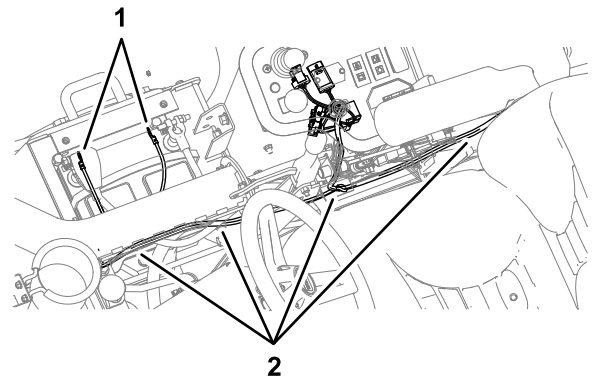

图 11
3. 沿着控制台底部布置线束并向后布置到翻车保护杆图 11。